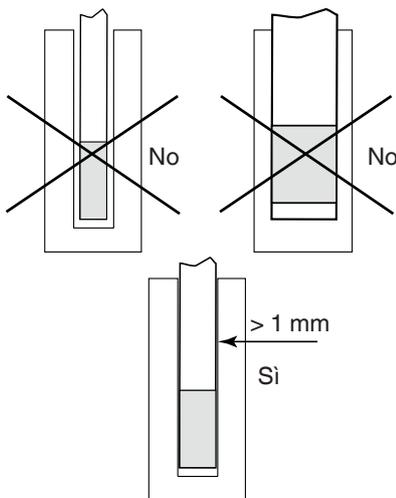

Fig. 1
- Il diametro del foro nel blocco di calibrazione dev'essere almeno 1 mm più grande del diametro della sonda (vedi Fig.1).